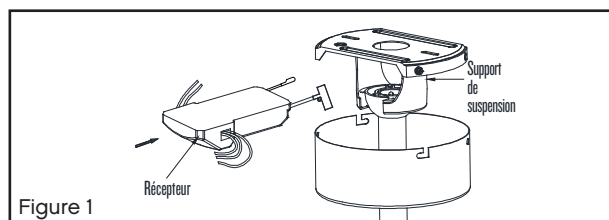

Figure 1
- 1 Retirez la boule de suspension de la tige de suspension en desserrant la vis de pression située sur le côté de la boule de suspension. Faites glisser la boule de suspension vers le bas et retirez la contre-goupille de la boule. (Fig. 1)
1 Insérez le récepteur dans le support de suspension au plafond, le côté plat du récepteur faisant face au plafond. (Figure 1) Pour obtenir des résultats optimaux, assurez-vous que l'antenne noire et l'antenne Wi-Fi, à l'extrémité du récepteur, restent déployées et ne s'emmêlent avec aucun des fils électriques. Placez l'antenne Wi-Fi à l'extérieur de la monture et collez-le/fixez-le au plafond.